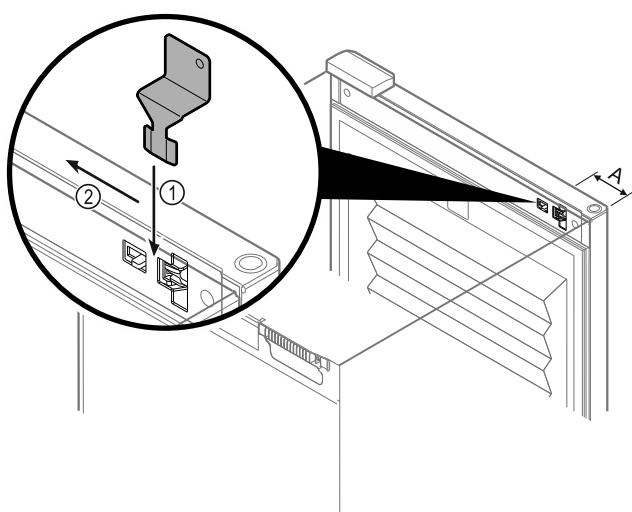

Fig. 138
- ▶ Postavite ključ za sigurnosno deblokiranje na odgovarajuće mjesto Fig. 138 (A) ≈ 100 mm.
- Utaknite ključ za sigurnosno deblokiranje između vrata i trupa uređaja odozgo do graničnika Fig. 138 (1).
- Povucite ključ za sigurnosno deblokiranje u smjeru strane sa šarkama Fig. 138 (2).